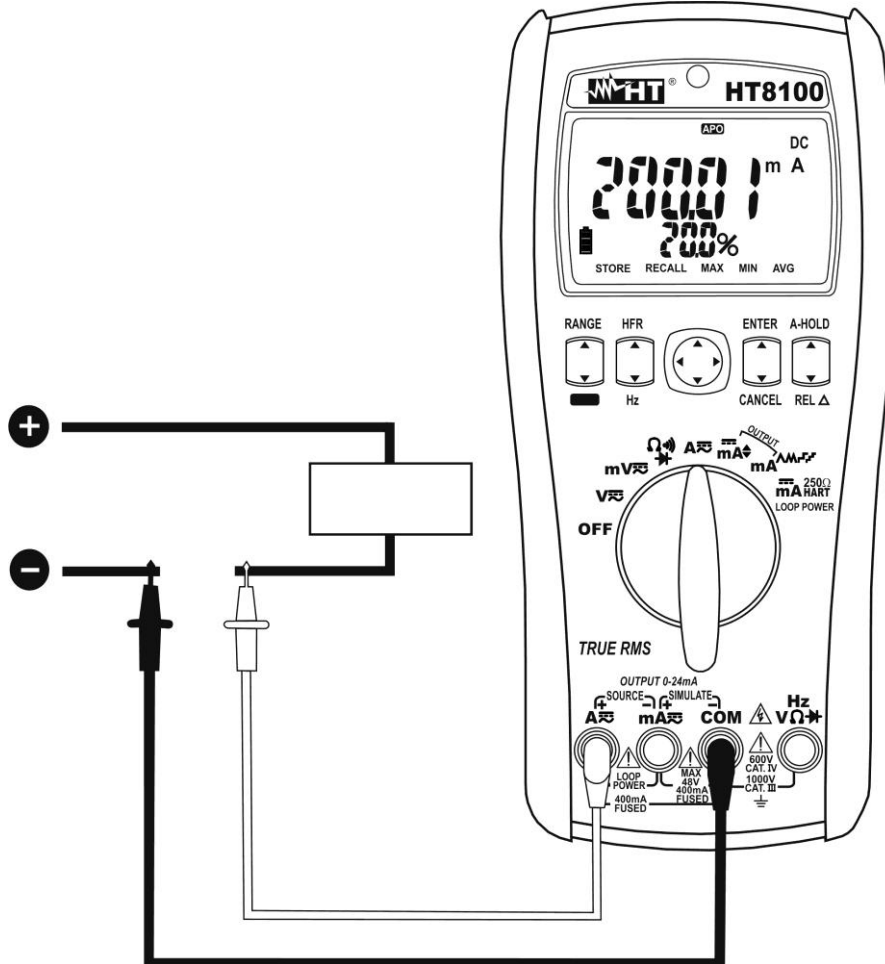

Abb. 4: Verwendung des Gerätes für Gleichstrommessung
5. Schalten Sie die rote und die schwarze Messleitung in Reihe mit dem Kreis, dessen Strom Sie messen möchten, und dabei achten Sie auf die Strompolarität und – Richtung (siehe **Abb. 4**)
8. Das Symbol "-" auf dem Display des Gerätes gibt an, dass der Strom die umgekehrte Richtung mit Bezug auf die Verbindung wie in **Abb. 4** hat.